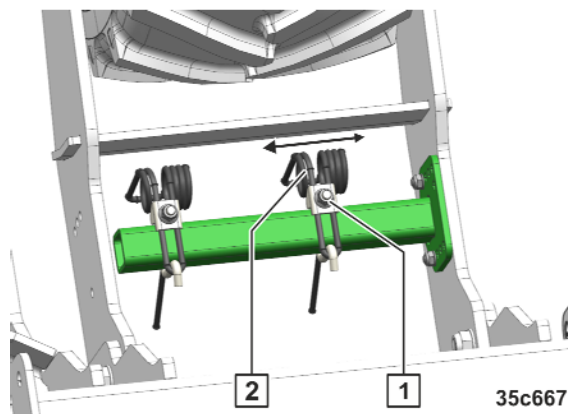

Fig. 201
1. Desfaceți piulițele (Fig. 201/1).
2. Aduceți brațul greblei (Fig. 201/2) în poziția dorită.